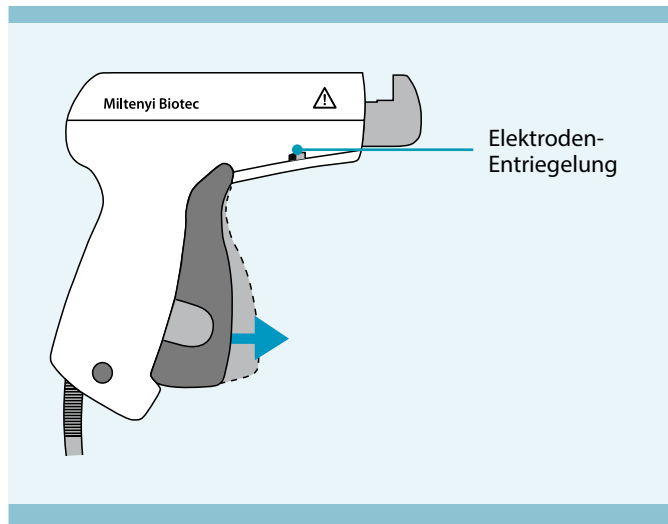

Abbildung 4.2: Grauen Auslöser nach vorne ziehen
1. Ziehen Sie den grauen Auslöser nach vorne, bis ein Klicken zu hören ist, um die vordere Elektrode zu lösen. Schieben Sie dann die Elektroden-Entriegelung nach vorne (siehe Abbildung 4.2).